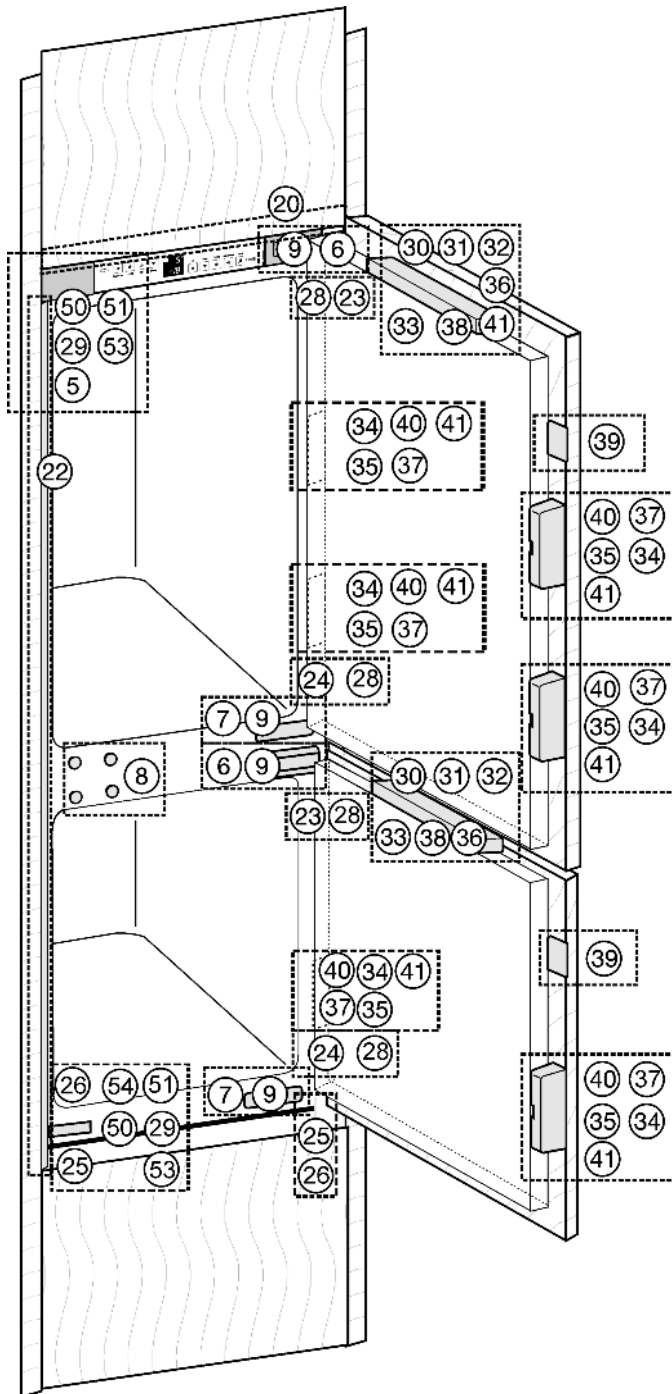
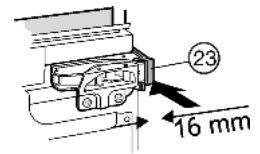
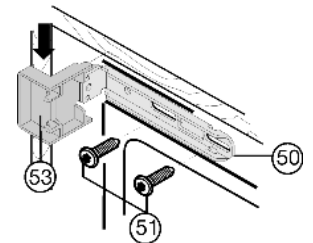
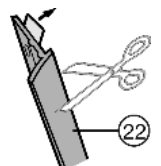

Fig. 9
Fig. 13
Fig. 14
Fig. 15
- ▶ Afdekkingen Fig. 9 (5,6,7) afnemen.
- ▶ Afstandhouder Fig. 13 (23) op de bovenste en afstandhouder Fig. 9 (24) op de onderste scharnieren vastklikken.
- ▶ Afdekking Fig. 14 (53) en afdekking Fig. 14 (50) boven en beneden op de bevestigingshoeken teken.
- ▶ De bevestigingshoeken Fig. 14 (50) boven met schroeven en beneden met schroeven Fig. 14 (51) zodanig vastzetten dat de hoek nog iets naar links en rechts bewogen kan worden.
- ▶ Beschermfolie van de afdekrail Fig. 15 (22) trekken. Afdekrail Fig. 15 (22) aan de kant van de handgreep en sluitend met de voorkant aan de neus van de afdekking Fig. 14 (53) plaatsen en aan de zijwand van het apparaat plakken.
- ▶ Afdekrail Fig. 15 (22) indien nodig van onderen inkorten: De afdekrail Fig. 15 (22) moet 3 mm boven de bovenrand van de onderste bevestigingshoek Fig. 9 (50) eindigen.
- ▶ Apparaat inschuiven tot de afdekkingen Fig. 14 (53) de meubelzijwand raken Fig. 14.
- ▶ Houd rekening met de opbouwafmeting (diepte van de deuraanslagonderdelen): Scharnieren en afdekkingen Fig. 14 (53) met de opbouwafmeting uit laten steken.
- ▶ Apparaat via destelpootjes *Fig. 9 (25)* met de bijgesloten gaffelsleutel *Fig. 9 (26)* recht uitlijnen.